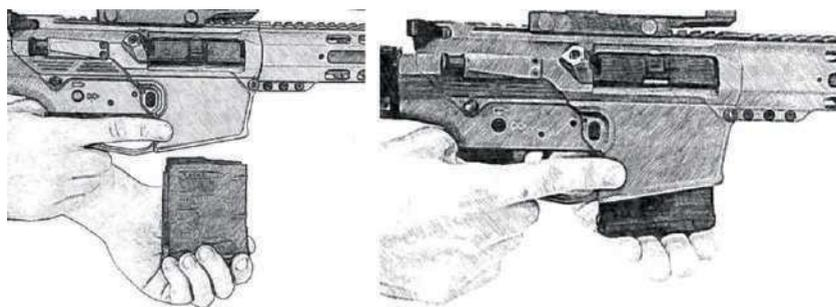

Рис. 26. Приєднання магазину до гвинтівки
6. У разі необхідності приєднати магазин до гвинтівки, для чого, утримуючи гвинтівку однією рукою, другою ввести у шахту ствольної коробки магазин до фіксації (рис. 26).
Для виконання пострілу із гвинтівки, необхідно приєднати споряджений патронами магазин (рис. 26). За важіль перезаряджання відвести затворну раму із затвором у крайнє заднє положення та відпустити його.